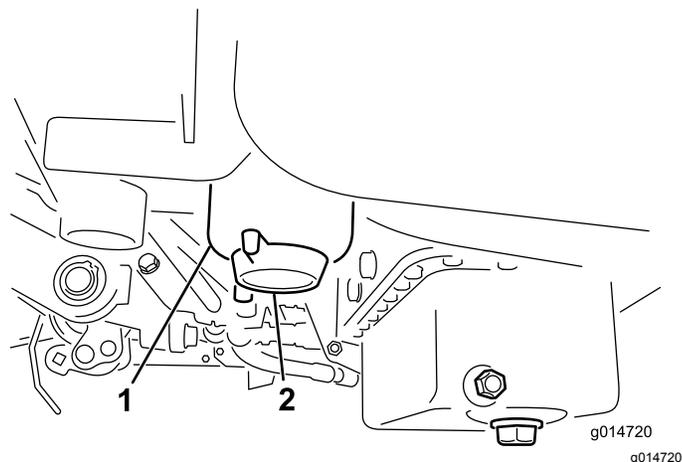

Figura 49
2. Limpie la zona de montaje del cartucho del filtro (Figura 49).
4. Abra el tapón de vaciado del filtro (Figura 49).